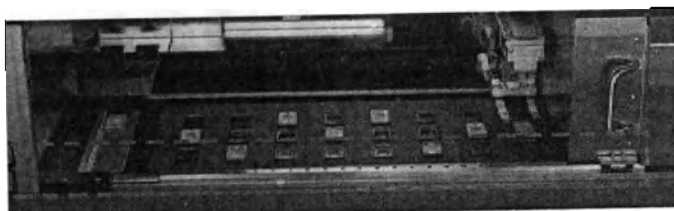

Рисунок 5JJ
5. Область, обозначенная красным прямоугольником, может потерять смазку, если будет производиться очистка (рис. 5JJ). Воздерживаться от очистки этой области. Если область очень грязная, слегка протрите ее с помощью салфеток «Кимвайпс» или подобного продукта.